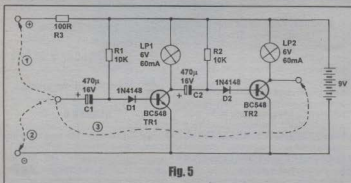

Fig. 5
- FIG. 5 - ESTABELECENDO O MULTIV-
A forma de onda gerada pelo circuito/exemplo é chamada de *quadrado* devido à sua simetria, sua *equalização* nos tempos *on* e *off* em que se divide o período... A relação entre os dois semi-ciclos é chamada de **relação marca/espaco**... No caso da experiência básica, essa relação equivale a 1 por 1, uma vez que os tempos *on* e *off* são praticamente idênticos... No entanto, como já sabemos que tais tempos dependem dos valores dos componentes, é possível experimentar outras relações...! Inicialmente, troque um dos dois resistores de 10K por um resistor de 1K... Mantendo a conexão 3 no circuito da FIG. 5 será possível monitorar (visualmente, pelas lâmpadas, ou quantitativamente, pelo voltímetro acoplado a um dos coletores...) o *desequilíbrio* nos tempos *on* e *off*... Terá sido estabelecida uma relação 10:1 (ou 1:10, dependendo de qual dos resistores de 10K foi substituído por 1K...). A cada ciclo, agora, uma das lâmpadas ficará acesa por um tempo cerca de 10 vezes maior do que a outra...!
- QUADRO 6 - CÁLCULO DA FREQUÊNCIA DE SAÍDA NUM MULTIVIBRADOR ASTÁVEL... - Para um cálculo matemático da frequência é preferível manter o circuito com valores *simétricos* em seus dois módulos, com o que as fórmulas do período e da própria frequência resultam bastante simplificadas... Assim, vamos supor que (como indica 6-A) R1=R2 e C1=C2 (ainda estamos falando no circuito/exemplo da FIG. 5). Para achar o período, *tempo total do ciclo*, devemos multiplicar por 2 o tempo de descarga do capacitor de apenas um dos módulos, com a fórmula mostrada em 6-B (a constante 0,72 foi arredondada para 0,7 também com intuito de simplificação...), com o tempo t